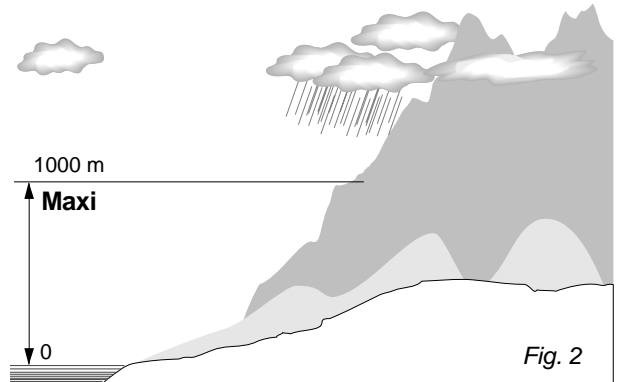

Fig. 2
4. - ENVIRONNEMENT (figures 2 & 3)